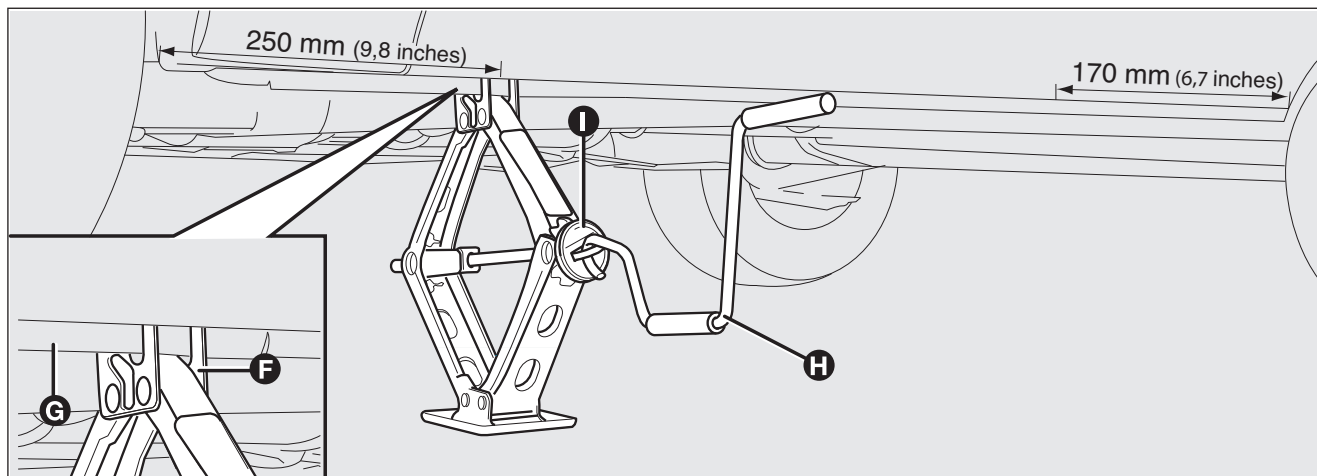

fig. 6
- vérifier que la rainure **F-fig. 6** du cric est bien calée sur l'aillette **G** du longeron ;